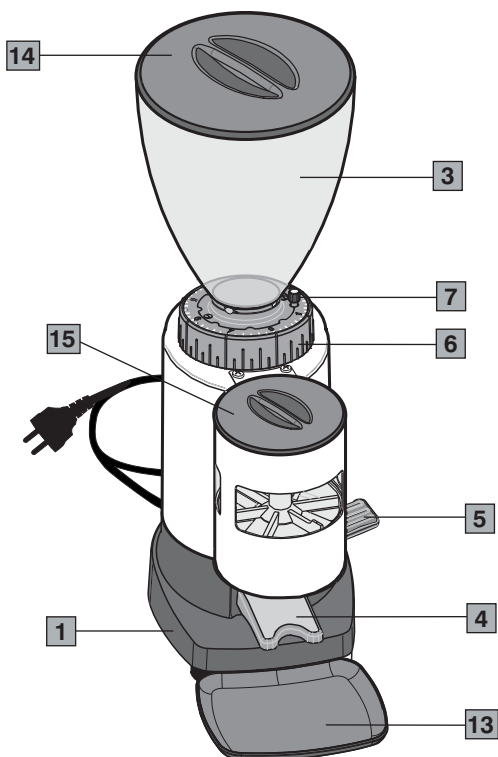
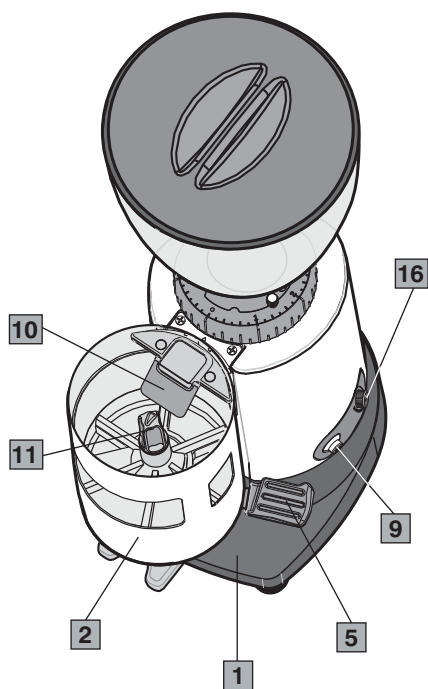
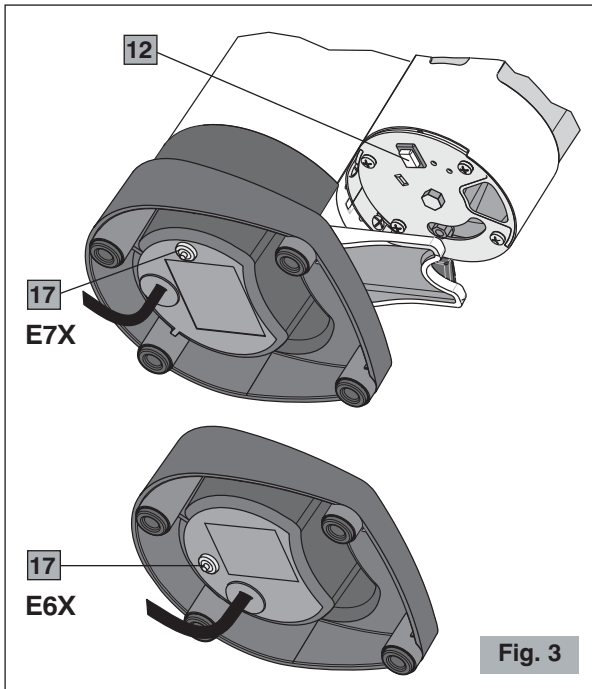
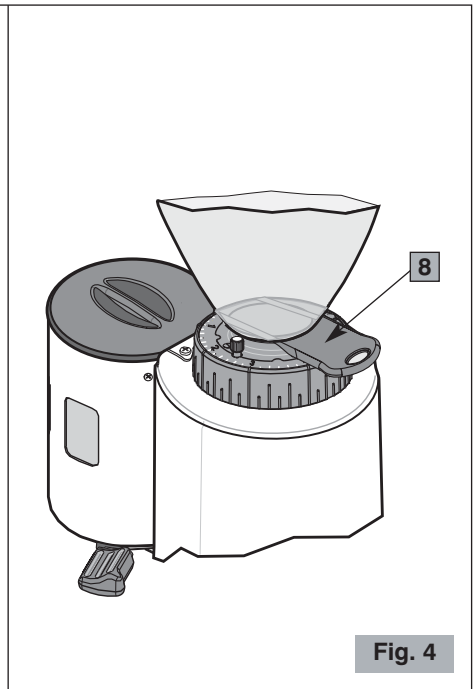

Fig. 1
Fig. 2
Fig. 3
Fig. 4
3 Regolare il tempo di funzionamento desiderato (5 - 60 secondi) mediante l'apposita manopola (16 Fig. 2) e premere il pulsante di avviamento (12 Fig. 3). L'apparecchio comincerà a funzionare e si arresterà automaticamente dopo il tempo impostato.
Una ulteriore correzione del grado di macinatura è possibile ruotando la ghiera di regolazione macinatura (6 Fig. 1) alla base della campana (vedi Fig. 5) dopo averla preventivamente sbloccata svitando la manopola di bloccaggio (7 Fig. 1) della ghiera di macinatura.
L'apparecchio esce già dalla fabbrica con una regolazione di circa 7 grammi, ma si può intervenire sul pomello di regolazione dose (11 Fig. 2) regolando questa quantità tra 5,5 grammi circa e 9 grammi circa (vedi Fig. 6).
Nel modello automatico, all'interno del dosatore è presente una paletta di arresto (10 Fig. 2) collegata ad un interruttore che, quando viene sollevata dalla polvere appena macinata, fa spegnere il motore.
Il motore si blocca.	<ul style="list-style-type: none"> • Se a causa di una errata regolazione di macinatura o per la presenza di un corpo estraneo nelle macine dovesse bloccarsi il motore, provare ad allargare al massimo la granulometria manovrando in senso orario la ghiera di regolazione (6 Fig. 1). Se questo non fosse sufficiente, allora spegnere l'apparecchio, staccare la spina di alimentazione e rivolgersi a personale tecnicamente qualificato.
Modello automatico Il caffè fuoriesce dal gruppo dosatore.	<ul style="list-style-type: none"> • Controllare che la paletta di arresto (10 Fig. 2) sia libera di muoversi. • Se il problema persiste, chiamare l'Assistenza Tecnica.
Main parts (Fig. 1, Fig. 2, Fig. 3, Fig. 4)
Before connecting the plug to the power socket, make sure that the ON-OFF switch (9 Fig. 2) is in position "0" (OFF).
6. Make sure that the bean hopper is correctly positioned and that its shutter is open (8 Fig. 4).
- 3 Set the desired operating time (5-60 seconds) using the setting knob (16 Fig. 2) and press the start button (12 Fig. 3). The appliance will begin to work and will stop automatically after the set time.
The degree of grinding may be further corrected by shifting the grinding adjustment disc (6 Fig. 1) at the base of the hopper (see Fig. 5) after having released it, by unscrewing the locking knob (7 Fig. 1) on the grinding adjustment disc.
When it leaves the factory the machine is regulated at about 7 grams, but it is possible to turn the dose regulating knob (11 Fig. 2) to adjust this amount between about 5.5 grams and 9 grams (see Fig. 6).
In the automatic model, inside the doser there is a stopping blade (10 Fig. 2) connected to a switch which, when raised by the newly ground coffee, cuts out the motor.